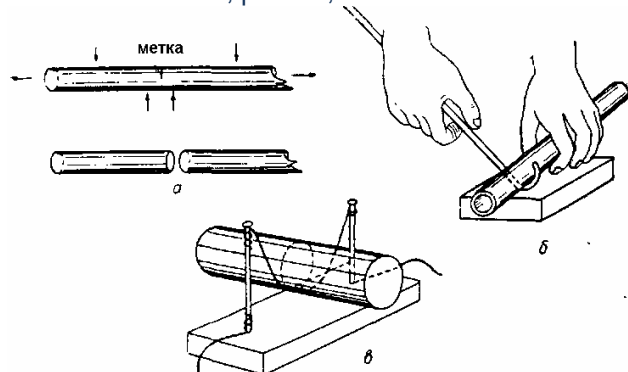

Рис. 39. Резка трубок:
Холодный способ применяют для резки трубок с диаметром не более 25 мм. Этим же способом режут капиллярные, барометрические трубки и стеклянные палочки. После нанесения метки трубку берут двумя руками, причем метка остается в середине, и, прилагая постепенно увеличивающиеся усилия изгиба и растяжения, производят излом. При нормальном отжиге трубки и четкой метке излом произойдет точно по намеченной черте. Усилия по излому делаются в направлении, противоположном нанесенной метке, рис. 39, а.
2. Резка крючком или раскаленной нихромовой проволокой. Крючком разрезаются трубки диаметром до 60 мм (рис. 39,б). Полуокружность металлического крючка нагревается до красного каления, трубка с нанесенными метками помещается в нагретую полуокружность так, чтобы метка соприкасалась с раскаленным металлом крючка. Вращение трубки производят левой рукой и неравномерно. Сперва два-три оборота проводят быстро, чтобы стекло успело равномерно разогреться, а затем вращение производят медленно до появления характерного треска и образования трещины. Медленный нагрев по окружности обеспечивает распространение ровной трещины.
предмет, подготовленный к резке (рис. 39, в). При вращении предмета в петле плоскость меток разогревается и в результате также получается круговая трещина. Иногда на место разогрева наносят несколько капель холодной воды, что ускоряет образование трещины.